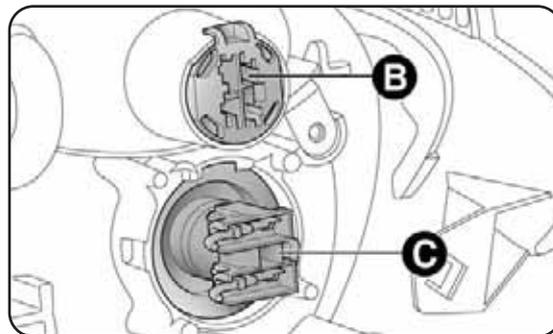

fig. 23
- desenfiar o porta-lâmpada B-fig. 23, extrair a lâmpada e substituí-la;
- desenfiar o porta-lâmpada C-fig. 23, extrair a lâmpada e substituí-la;